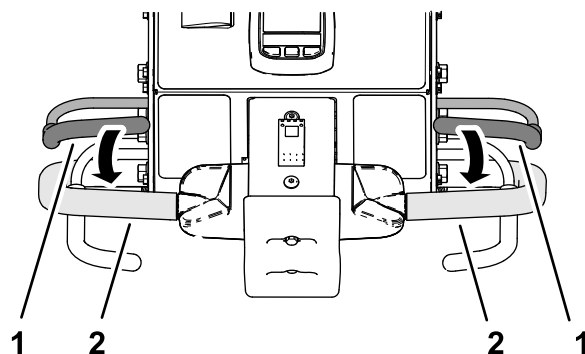

Figura 100
- Agarre el manillar izquierdo o derecho y la barra de presencia del operador (Figura 100) y apriete la barra hacia el manillar.